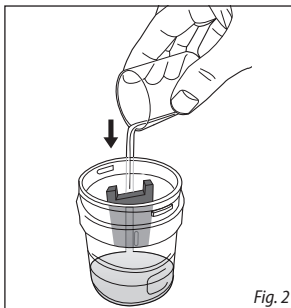

Fig. 2
Paso 2: Vierta el medicamento en el reservorio del nebulizador de acuerdo con la dosis recetada por el médico, Fig 2.